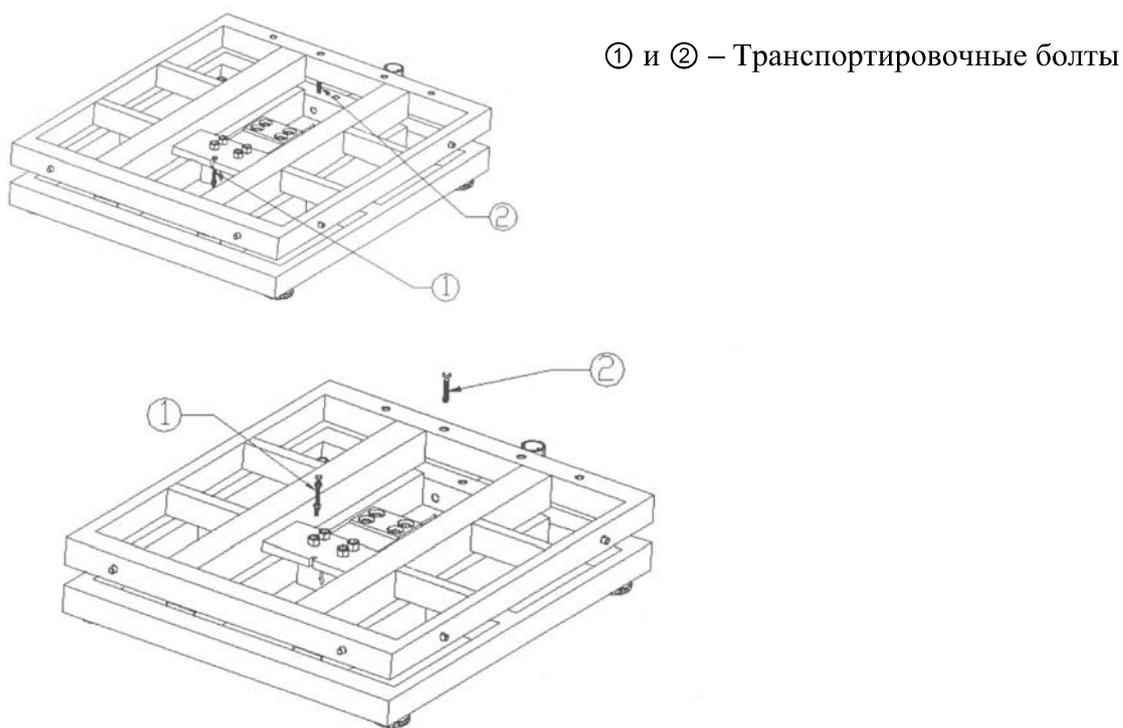

Рисунок 5.1 – Расположение транспортировочных болтов
- ❑ Выверните транспортировочные болты, используя шестигранный ключ (5 мм) и плоскогубцы (см. рисунок 5.1).